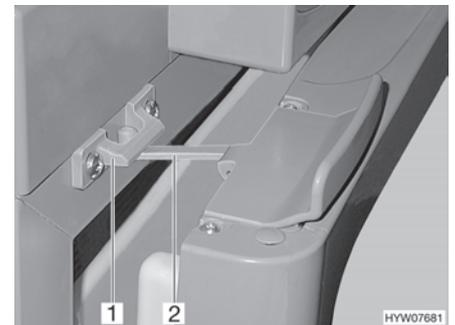

Fig. 125 Puerta del frigorífico en posición de ventilación (Thetford)
■ Abrir el bloqueo (Fig. 125,2) y engatillarlo en el alojamiento del bloqueo (Fig. 125,1). De este modo, la puerta del frigorífico quedará ligeramente abierta.